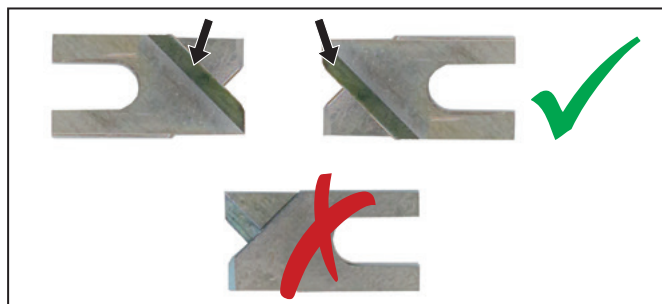

Рисунок 8.2 Монтажное положение ножа для снятия изоляции
- ▶ Поместить каждую новую пару ножей вместе так, чтобы скошенные края были обращены наружу, см. Рисунок 8.2.